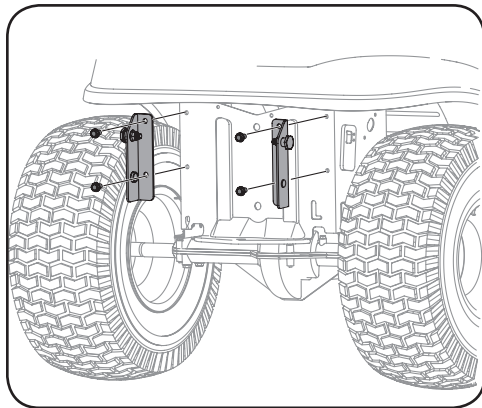

Figura 4-2
3. Monte las ménsulas de soporte del tractor de la serie 700 a su tractor con cuatro tornillos hexagonales autorroscantes incluidos en el kit. Consulte la Figura 4-2.